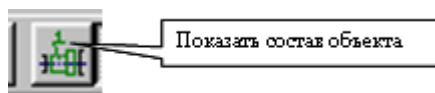

Рис. 28
10. Сделайте активным окно подчиненного режима, выделите строку объекта, например, Основания. Активизируйте кнопку **Показать состав объекта** на Панели управления, рис. 28. При этом на сборочном чертеже система должна выделить цветом подключенный объект.